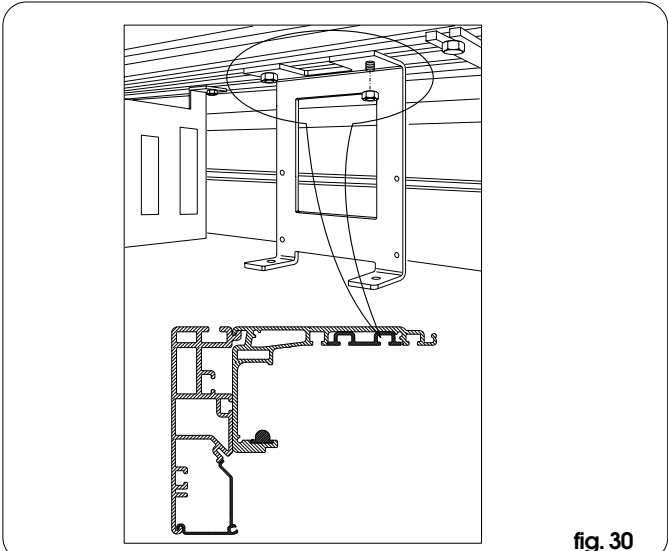

fig. 30
- Monteer de centrale beugel met behulp van de schroeven die aanwezig zijn op de aandrijfmodule (fig. 30).